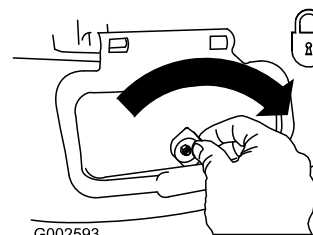

Рисунок 40
**Внимание:** Заблокируйте боковую выпускную дверцу после ее закрытия (Рисунок 40).